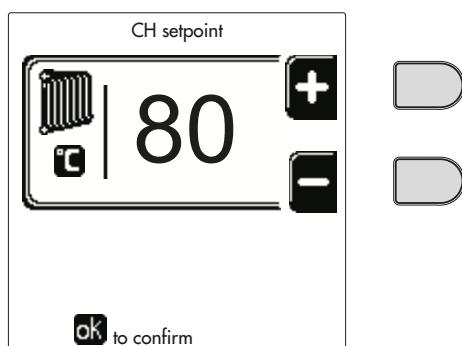
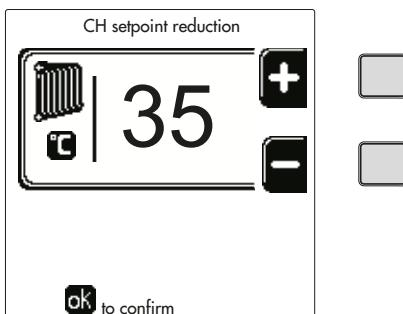
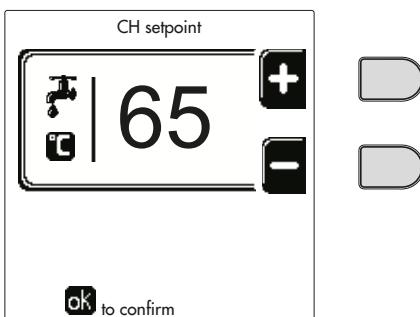
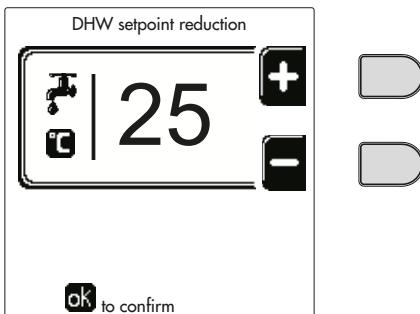

рис. 12
рис. 13
рис. 14
рис. 15
- **ON (ВКЛ).** При поступившем запросе на отопление/ГВС котел работает на заданной температуре регулировки отопления/ГВС (рис. 12/рис. 14).
- **Off.** При поступившем запросе на отопление/ГВС котел работает на уменьшенной температуре регулировки . Уменьшенная температура достигается путем вычитания температуры регулировки уменьшения (рис. 13/рис. 15) от заданной температуры регулировки отопления/ГВС (рис. 12/рис. 14).